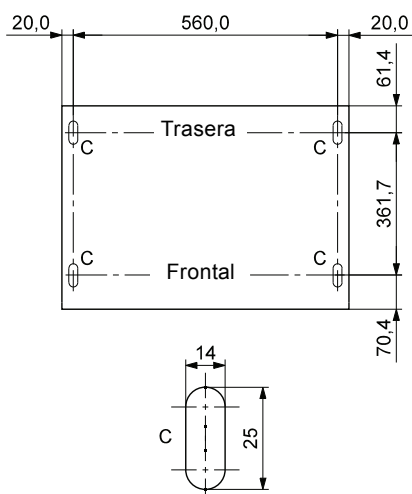

Fig. 8 Plantilla de taladrado para pedestal [mm]
1. Marcar los orificios de montaje en el suelo. Ver fig. 8.